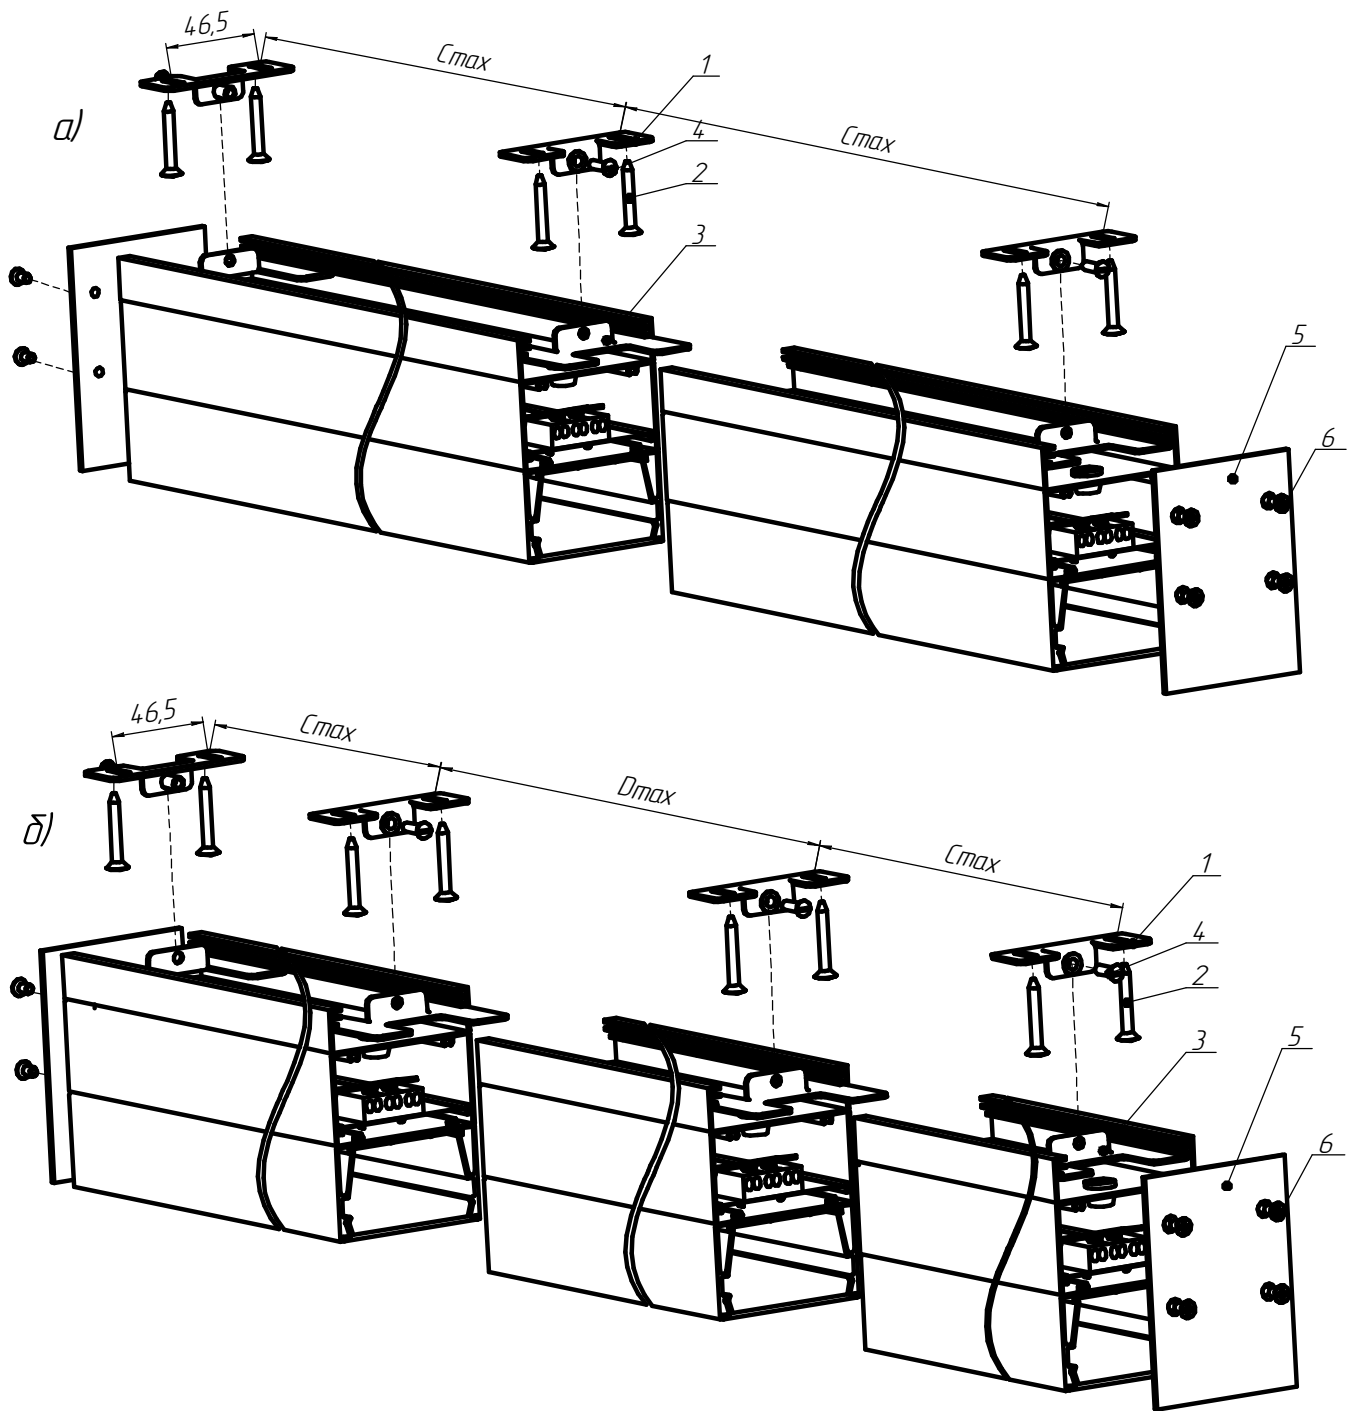

Рисунок 7 - Схема соединения светильников в линию
5.8. Установка светильников в линию (только для потолочного крепления) (см. рисунок 7 а, б) :